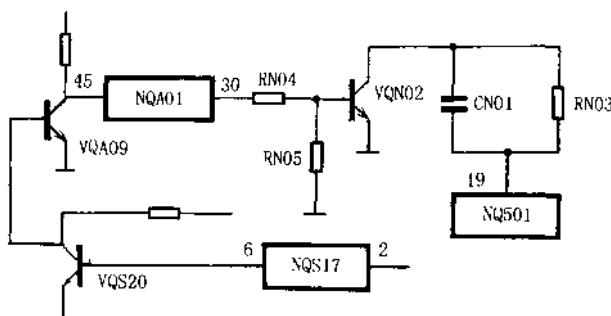

图 1-1-3 制式识别电路
**故障原因分析、检测和排除方法** 参见图 1-1-3，在接收 NTSC 制式彩色信号时，用万用表测量集成电路 NQ501 的⑩脚(PAL/NTSC 制式转换控制端兼作延迟色度信号输入端)电压，为 4V。正常工作时，NQ501⑩脚电压分别为 4V (PAL 制式)和 2V (NTSC 制式)，由此判断彩色解码电路工作在 PAL 制式状态，因此接收 NTSC 制式时图像无彩色。